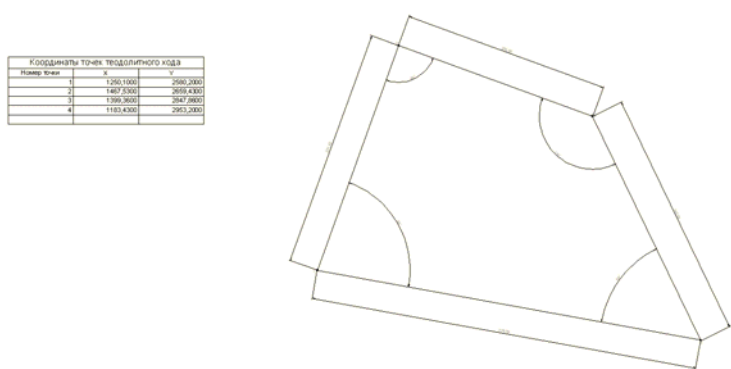

Рис. 49. Пример построения теодолитного хода
6. По заданным преподавателем координатам постройте теодолитный ход (рис. 49). Координаты вводите в командную строку. Помните, что дробную часть метра отделяют точкой, вначале вводят координату Y , затем через запятую координату X .